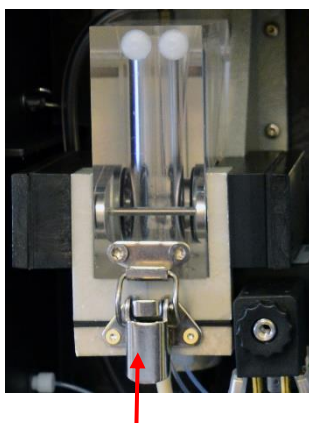

Abbildung 33
4. Entriegeln Sie den Spannverschluss (siehe Abbildung 33), kippen Sie die Messkammer nach oben und nehmen Sie sie heraus.